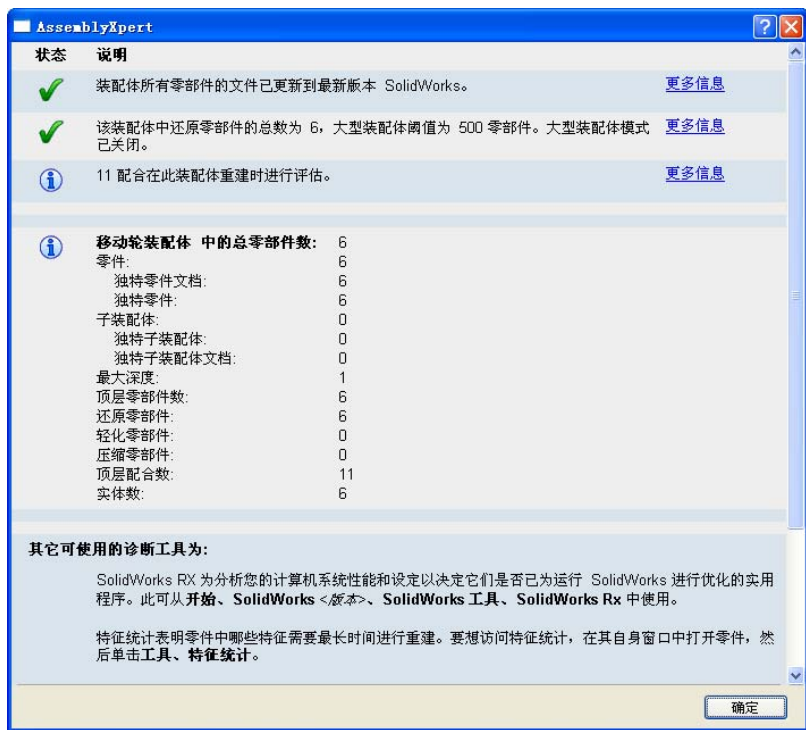

图 11-93 “装配体统计”对话框
② 执行装配体统计命令。选择菜单栏中的“工具”→“AssemblyXpert”命令，此时系统弹出如图 11-93 所示的“AssemblyXpert”对话框。
③ 确认统计结果。单击“AssemblyXpert”对话框中的“确定”按钮，关闭该对话框。